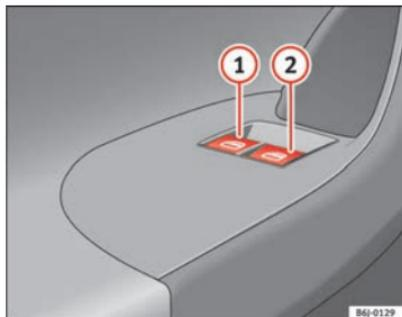

Abb. 46 Ausschnitt aus der Fahrertür: Schalter für die Fenster vorne
Die Tasten ⇒ Seite 86, Abb. 46 ①, ② haben zwei Stufen zum Öffnen und zwei zum Schließen des Fensters. Dadurch ist es einfacher, die Öffnungs- und Schließvorgänge zu kontrollieren.